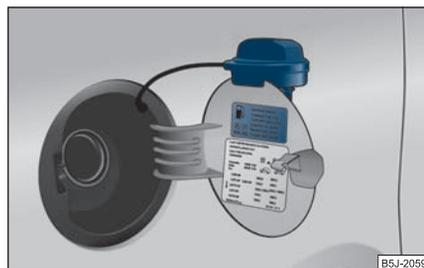

Abb. 173 Tankklappe mit abgeschraubtem Verschluss
Es gibt verschiedene Benzinsorten. Bitte lesen Sie das Kapitel ⇒ Seite 235, „Technische Daten“, um zu wissen, welche Benzinsorte Ihr Fahrzeug benötigt. Die gleiche Information finden Sie auch an Ihrem Fahrzeug auf der Innenseite der Tankklappe ⇒ Seite 182, Abb. 173.
- Drehen Sie den Tankverschluss linksherum heraus und stecken Sie ihn von oben auf die Tankklappe ⇒ Abb. 173. ▶